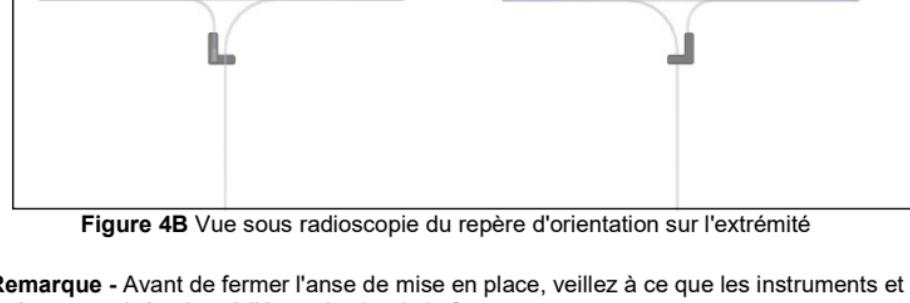

Figure 4B Vue sous radioscopie du repère d'orientation sur l'extrémité
13. Si vous faites progresser le dispositif LARIAT RS au-dessus du tissu cible sous guidage radioscopique, un repère situé au niveau de l'extrémité distale sert de référence de position pour l'extrémité de l'anse ouverte (cf. figure 4B).